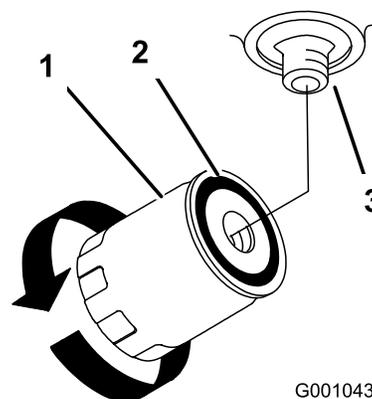

Figura 79
4. Retire el filtro usado y limpie con un paño la superficie de la junta del adaptador del filtro (Figura 79).
hasta que la junta de goma entre en contacto con el adaptador del filtro, luego apriete el filtro media vuelta más (Figura 79).